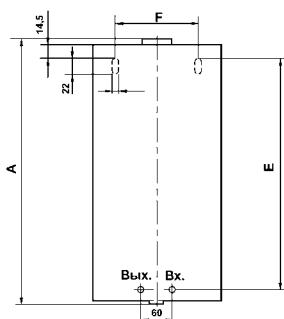

Рис.2
- На рис.2 приведены установочные размеры для крепления изделия к стене.